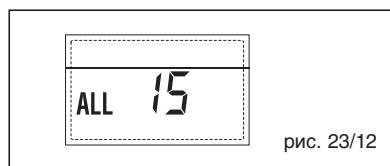

рис. 23/12
- НЕПОЛАДКА ВНЕШНЕГО ДАТЧИКА "МИГАЛКА" (рис. 23/13)